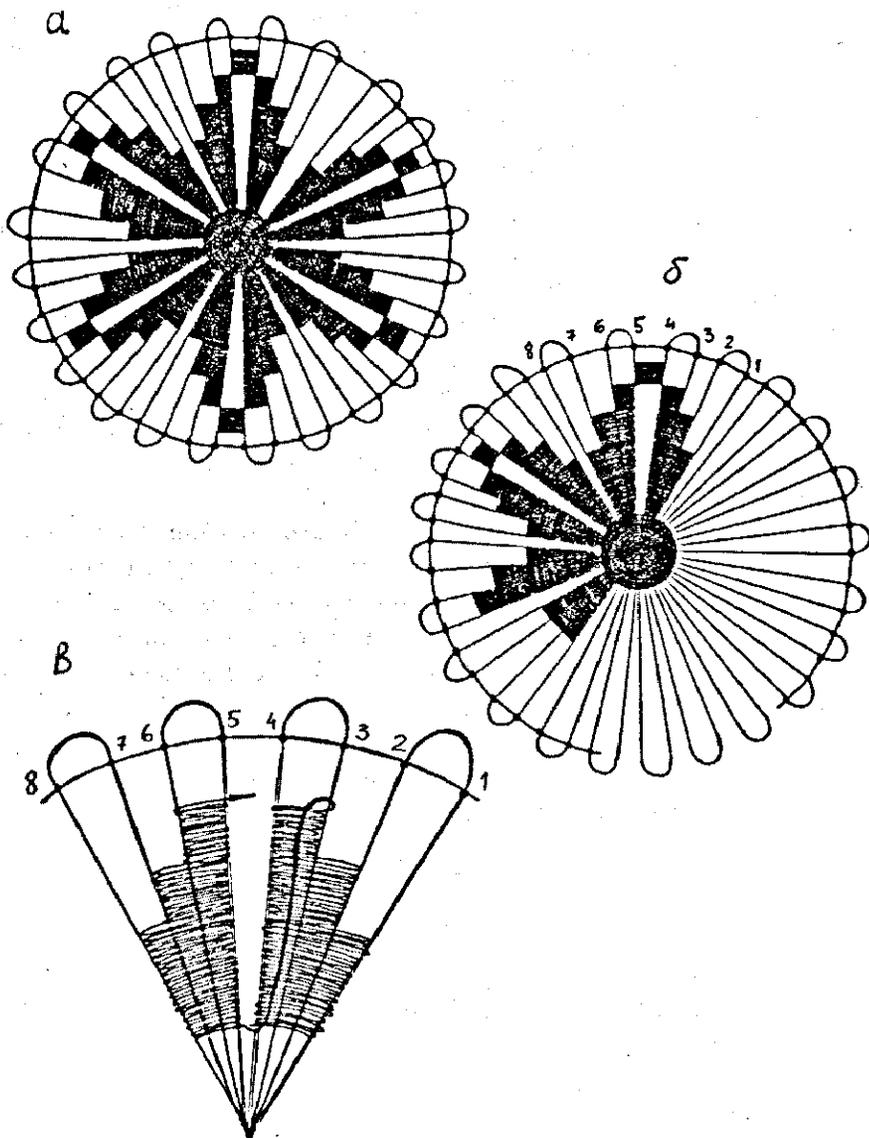

Рис.13. Настил с щелью
**Настил с щелью** (рис. 13, а). Настил бывает сплошной, полностью закрывающий контур рисунка, и несплошной, когда в лепестке получается просвет между лучами основы. При выполнении кружевного мотива “ромашки” с несплошным настилом сначала делают крайний узорный круг, располагая узелки на каждом луче так, чтобы расстояния между лучами были одинаковыми (рис. 13, б). Затем настилают лепестки. Контур лепестка имеет 4 уступа, выполняется на 4-х парах лучей и имеет щель между средними лучами.
Сначала делают настил правой части лепестка в 3 ступеньки, затем, вернувшись к основанию лепестка, выполняют настил левой части лепестка и только потом делают 4-ю ступень лепестка, соединяющую правую и левую части (рис. 13, в).